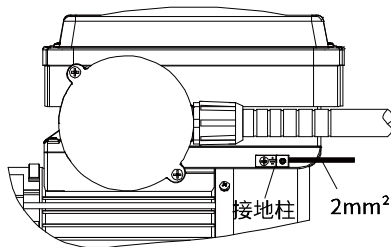

图 5
- 11. 离游泳池泵周边 1.5 米范围内的水疗和热水浴缸设备金属部件用 2mm² 的铜导线连接到接地柱上。（图 5）